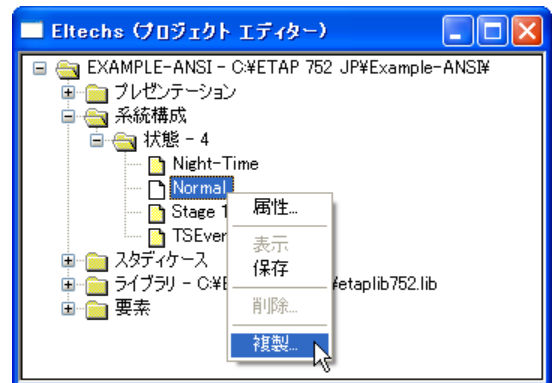

図 8 : 系統構成 (複製)
- 複製したい系統構成の “状態” 名を右クリックし、“複製” コマンドをクリックします。 図 8 参照